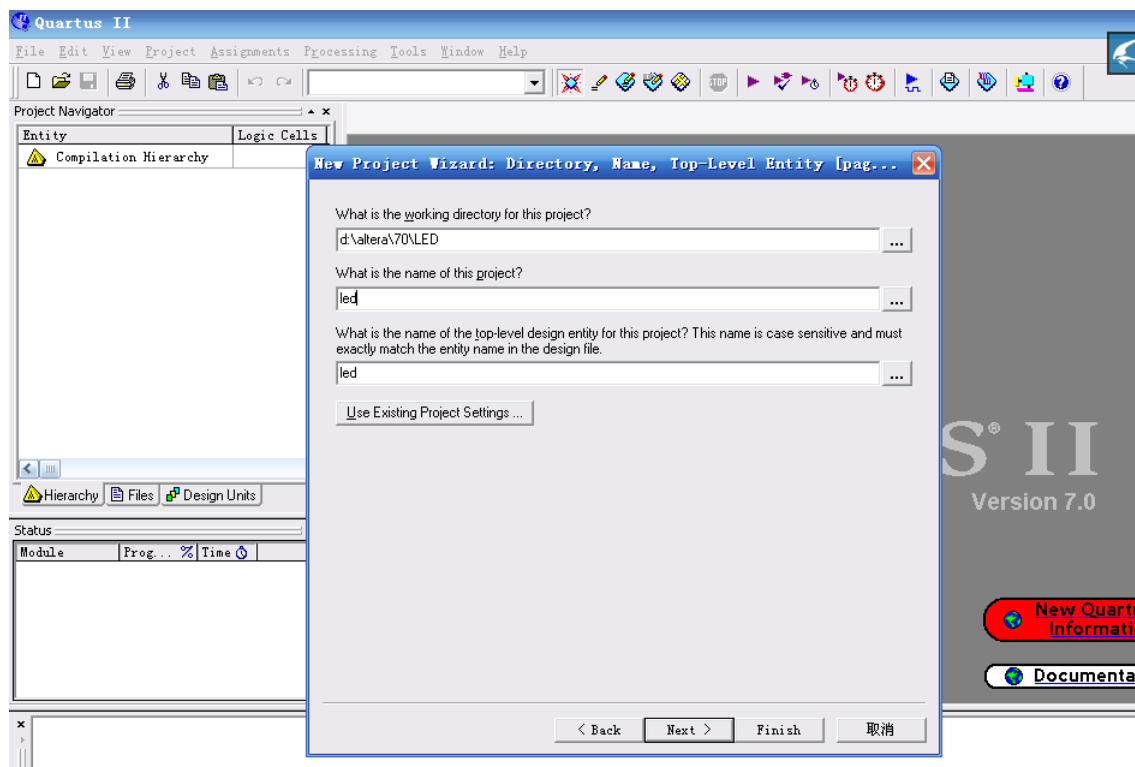

图 26 工程建立界面
- 1) 打开 Quartus II (【Windows 的开始】->【程序】-【Altera】->【Quartus II 7.0】->【Quartus II 7.0 (32-bit)】)，点击【File】->【New Project Wizard】选项，会出现如图 26 所示对话框，第一行用于指定工程路径，第二行用于指定工程名，第三行用于设定最高层设计名，在默认状态下跟工程名一致，用户可以根据自己喜好修改。这里创建一个名为 LED 的工程。